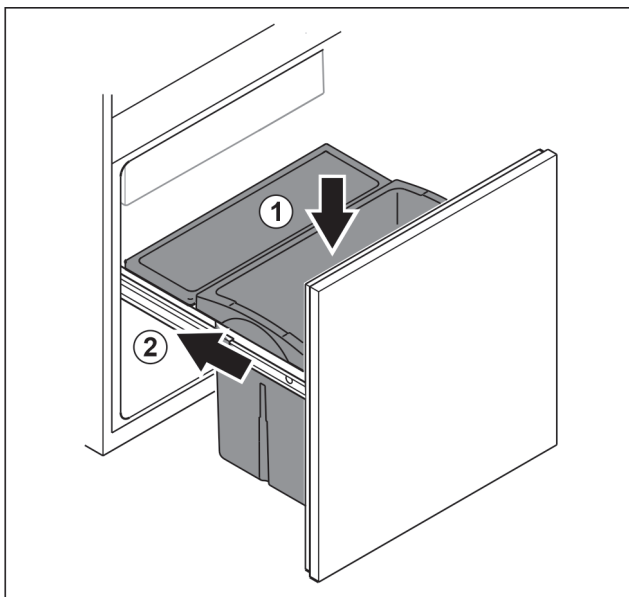

Fig. 102
- ▶ Coloque el cajón desde arriba. Fig. 102 (1)
- ▶ Introduzca el carro extraíble. Fig. 102 (2)